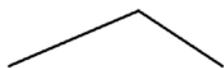

图 4.1.1 普通多段线
下面以图 4.1.1 所示为例，说明绘制普通多段线的一般操作步骤。
Step5. 按 Enter 键结束操作。至此完成图 4.1.1 所示的普通多段线绘制。